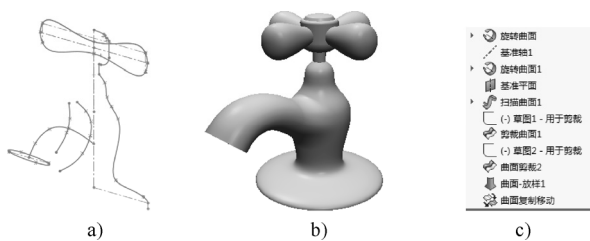

图 5-100 需创建的模型文件和其设计树
(1) 打开本书提供的素材文件“5.LX.1SC.sldprt”，使用本章所学的知识创建如图 5-100 所示的水龙头模型。